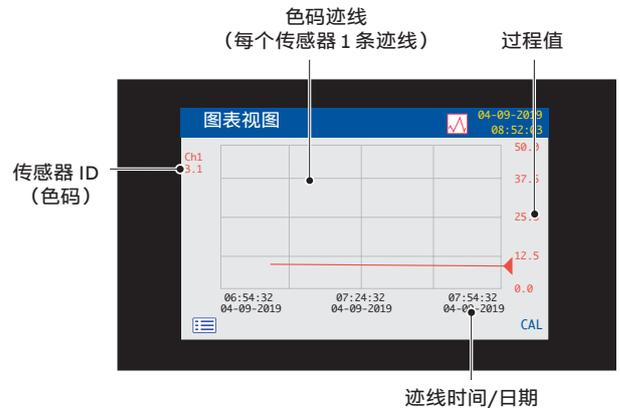

图 25 图表视图
- 图表视图 - 将传感器读数以一系列色码迹线呈现 - 参见图 25